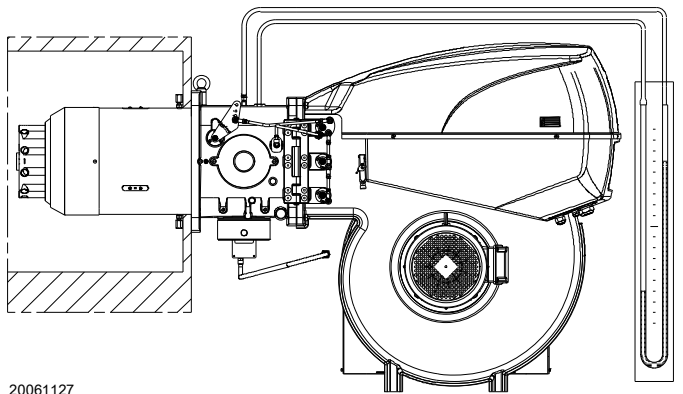

图 23
- 安装一个U型压力计或微分压力计 (图 23)，使其插座 (+) 端连接管路接口的燃气压力处，(-) 端连接到炉膛。用来计算燃烧器最大出力。
燃气是否到达燃烧头可通过 U 型压力表查看（图 23）。